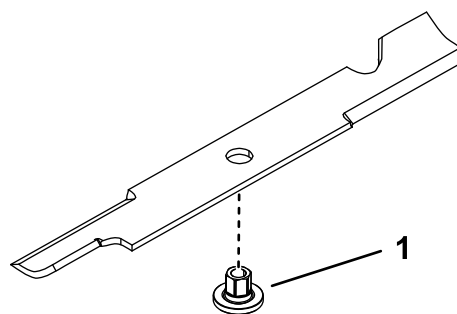

Figure 77
1. Insérez la douille dans la lame en plaçant l'embase sur le côté inférieur (côté herbe) de la lame (Figure 77).